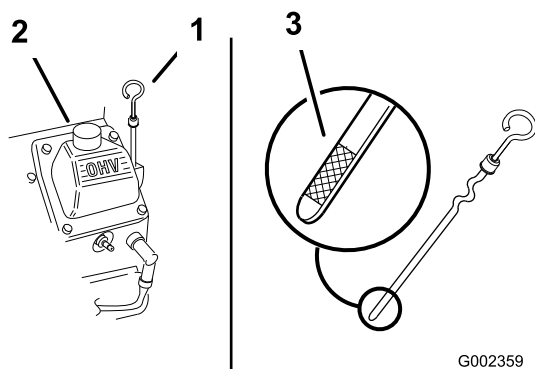

图 43
2. 清洁量油尺周围的区域 图 43防止灰尘落入注油孔并损坏发动机。
3. 取出量油尺擦拭干净然后完全安装到位 图 43。
油位应介于量油尺上“F”已满与“L”较低标记之间 图 43。
- 如果油位低于“L”较低标记应取下加油管盖图 43 添加指定机油直至油位达到量油尺上的“F”已满标记。